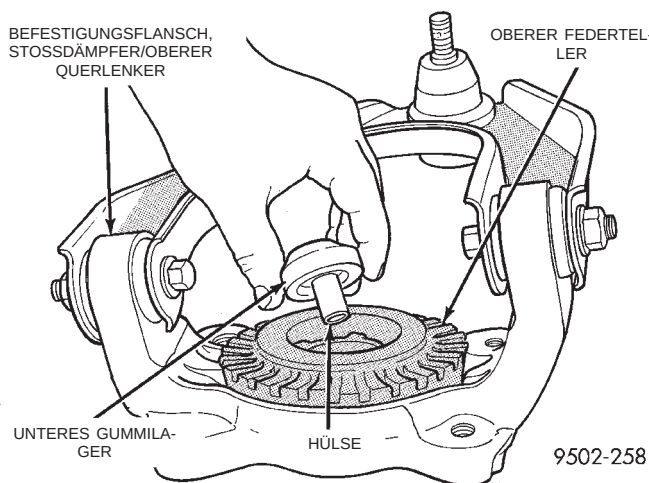

Abb. 23 Unterer Gummilager und Hülse der Kolbenstange/Stoßdämpfer
(17) Das untere Gummilager der Kolbenstange und die Hülse (Abb. 23) vom Befestigungsflansch abbauen. Den oberen Federteller aus dem Befestigungsflansch ausbauen (Abb. 23).
(3) Das untere Gummilager und die Hülse (Abb. 23) in den Befestigungsflansch für Stoßdämpfer und Querlenker einbauen. Den oberen Federteller in den Befestigungsflansch einbauen (Abb. 23).